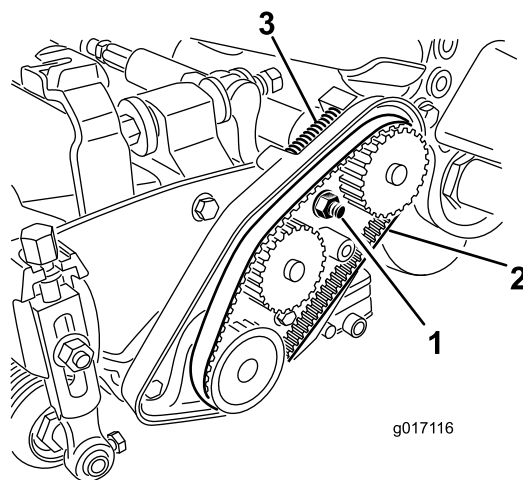

Рисунок 17
3. Ослабьте гайку корпуса подшипника (Рисунок 17).
5. Снимите ремень (Рисунок 17).
12. Убедитесь, что на ремень воздействует усилие от пружины сжатия (Рисунок 17).